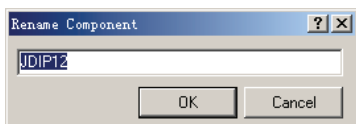

图 5-105 “Rename Component”对话框
1) 首先在元器件列表框中选中一个元器件封装，然后单击“Rename”按钮，系统将会弹出如图 5-105 所示的“Rename Component”对话框。